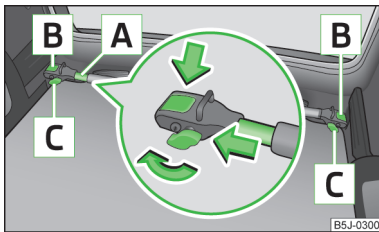

Abb. 56
- › Die Sicherungsschrauben **C** » Abb. 56 lösen und etwas herausziehen, dadurch werden die Halterungen **B** entriegelt.